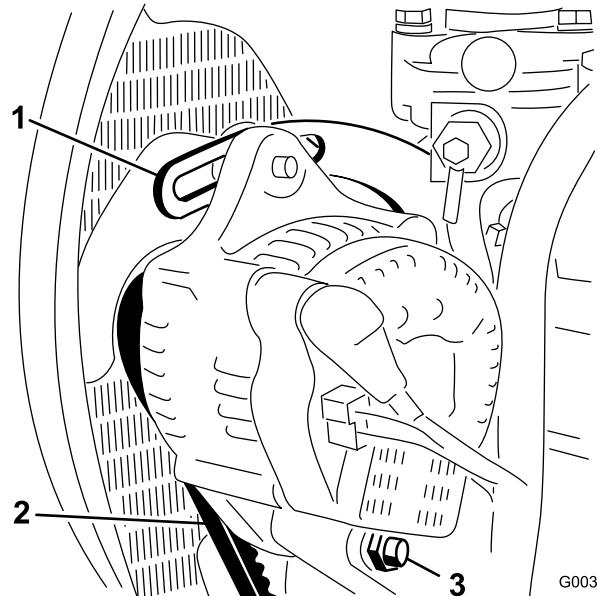

Figura 59
2. Compruebe la tensión de la correa del alternador presionándola (Figura 59) en el punto intermedio entre las poleas del alternador y del cigüeñal con una fuerza de 10 kg (22 libras).
3. Afloje el perno que fija el tirante al motor (Figura 59), el perno que fija el alternador al tirante y el perno de pivot.